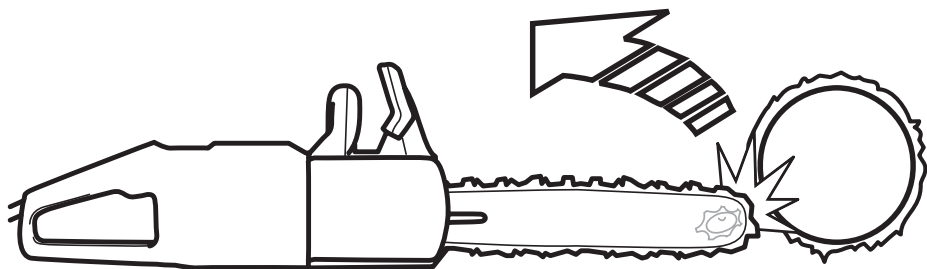

Рисунок 3 — Отброс бензопилы
- Отброс — это неожиданная ответная реакция бензопилы в процессе работы, когда она резко подается назад к оператору в результате контакта верхней носовой части (зона отброса) направляющей шины (см. рис. 3, 4) с другими предметами.